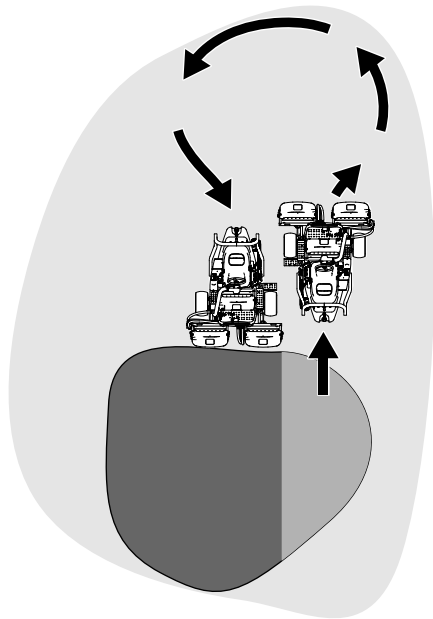

図 25
6. Uターンするとき、一旦反対側にハンドルを切ってから旋回すると、楽に、しかも効率良く回ることができて次の列そろえが楽になります。反対側に軽く振ってから旋回すると雨だれ形の旋回 図 25 になって、スムーズに次の列に入ることができます。